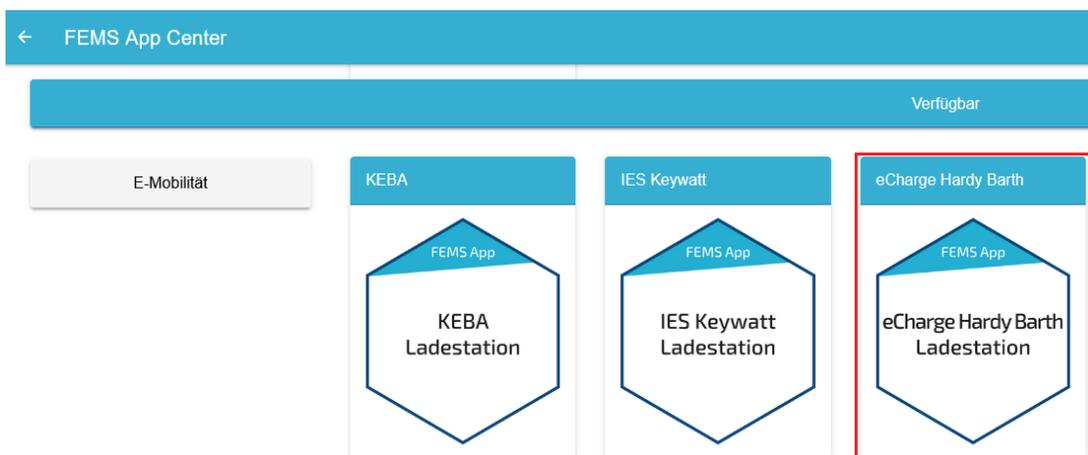

Abbildung 11. App-Installation — Variante 2: Schritt 2
- Abbildung 11. App-Installation — Variante 2: Schritt 2